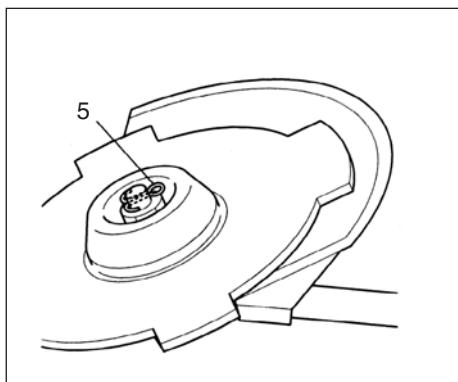

Fig. 1-10C
Se o seu aparelho tiver uma protecção da porca mediante grampo, a lâmina deve ficar retida com um grampo novo (5) cada vez que é instalada. (Fig. 1-10C)